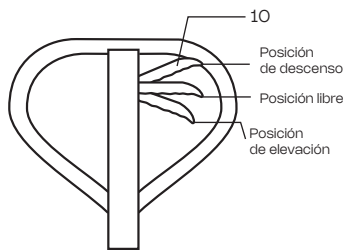

Fig. 5
- Después de ensamblar el patín hidráulico, intente balancear la empuñadura y opere las diferentes posiciones del mando de control número 10 para verificar la elevación, la posición libre y el descenso. Revise si las diferentes posiciones funcionan de manera normal. (Ver Fig. 5)